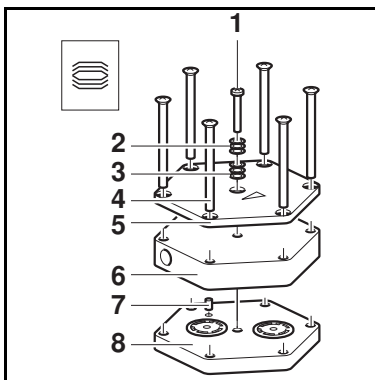

Abb. 10: Pumpenkopf montieren
1. An pneumatischer Kopfverschaltung (3) die Überwurfmutter (2) von Hand lösen. Winkelschraub-Verschraubung (1) des Pumpenkopfs (4) gegen den Uhrzeigersinn drehen, bis Verbindungsschlauch abgezogen werden kann.
2. An beiden Pumpenköpfen Druckplatte (Abb. 10/5), Kopfdeckel (Abb. 10/6), Zwischenplatte (Abb. 10/8) und Membranaufnahme mit einem durchgehenden Filzstiftstrich markieren. Dadurch wird verhindert, dass die Teile später falsch montiert werden.
3. Außenliegende Schrauben (5) von den Pumpenköpfen lösen.
2. Zwischenplatte (8) mit Ventilplatten/Dichtungen entsprechend dem Filzstiftstrich auf Aufnahme setzen.
3. Kopfdeckel (6) entsprechend Passstift (7) auf Zwischenplatte (8) setzen.
4. Druckplatte (5) entsprechend Filzstiftstrich auf Kopfdeckel (6) setzen.
5. Schrauben (4) über Kreuz anziehen.
6. Schraube/Schrauben (1) in der Mitte der Druckplatte (5) mit Tellerfedern (2, 3) einsetzen. Dabei auf die richtige Anordnung der Tellerfedern achten (siehe Abb. 10).
7. Schraube/Schrauben (1) festziehen, bis Schraubenkopf flächig aufsitzt. Schraube/Schrauben mit weiterer halber Umdrehung fixieren.
Gewechselte Membrane und Ventilplatten/Dichtungen	→ Sicherstellen, dass Passscheiben auf das Membrangevinde aufgesteckt wurden. → Kopfverschaltung und Schlauchverbindungen auf Dichtigkeit prüfen. → Eventuell die äußeren Schrauben (Abb. 10/4) der Druckplatte vorsichtig über Kreuz anziehen.